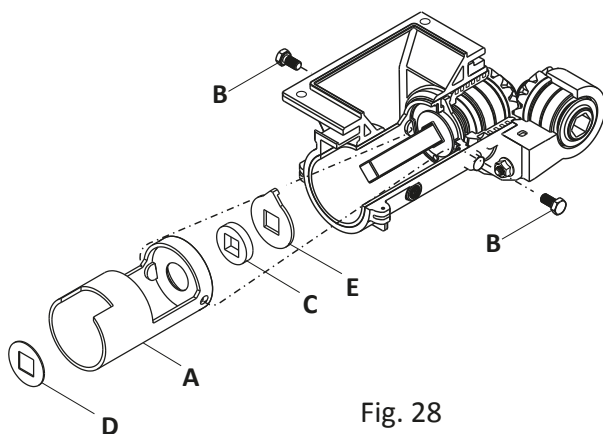
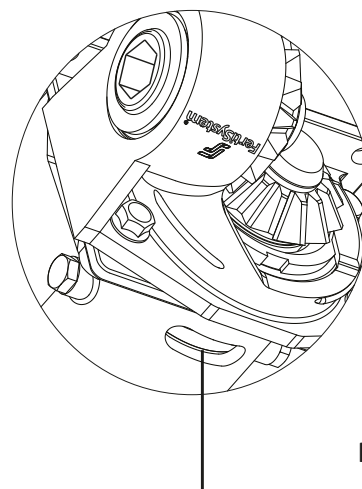

Fig. 28
Fig. 29
Ao final da safra, verifique o Revestimento (A), Fig. 28. Se o mesmo apresentar desgaste excessivo, substitua-o, afrouxando e retirando os parafusos (B). Verifique se o desgaste ocorreu também no Filtro (C), Arruela Quadrada Inox (D) e na Arruela Limpeza (E). Desgaste excessivo é verificado quando ocorrer a saída de adubo em grande quantidade pelo orifício de descarga autolimpante, Fig. 29, localizado na face inferior do Corpo Principal NG.
Ao verificar a saída anormal do fertilizante, através do orifício de descarga (fig.29), proceda a substituição dos elementos de vedação (C,D,E), Fig. 28. Caso não ocorrer a substituição, poderá afetar a mancalização e os rolamentos, comprometendo a funcionalidade do dosador. Nunca obstrua o orifício de descarga autolimpante.